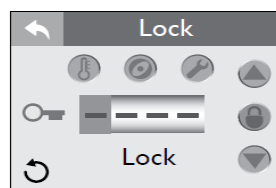

Figura 6.8b
A. Bloqueio de temperatura (Figura 6.8b):
B. Bloqueio do spa (Figura 6.8b):
C. Bloqueio de serviço (Figura 6.8b):